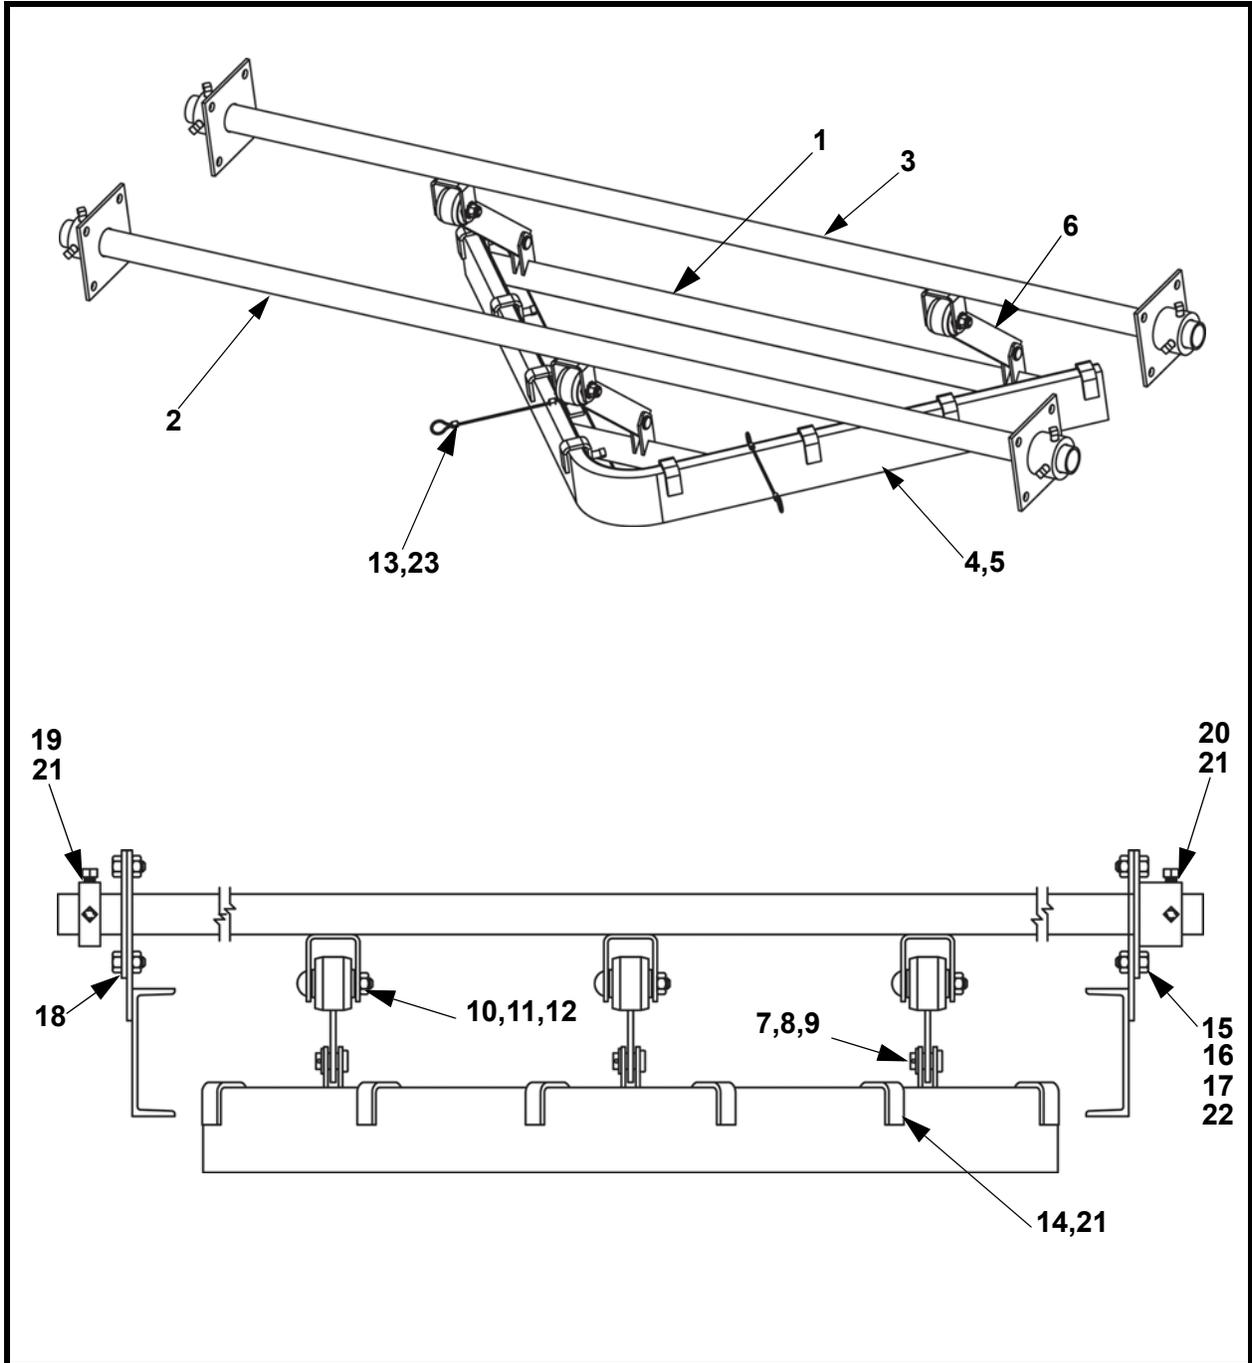

Рис. 7. Скребок Martin® Torsion V-Plow, изд. № 28488-XXXX\* (лист 1 из 2)
**Martin® Torsion V-Plow в сборе:** Изд. № 28488-XXXX. См. рис. 7.